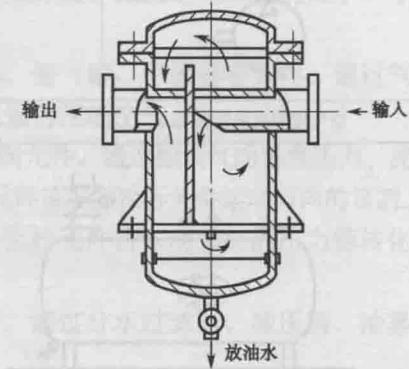

图1-1-11 油水分离器
(3) 油水分离器: 利用此元件将液态的水、油与气态的压缩空气分离出来。图1-1-11为油水分离器,其工作原理为压缩空气先经过左边水浴清洗,除掉较难除掉的油滴等杂质,再沿切向进入右边旋转离心分离器中,利用离心力的作用除去水滴。